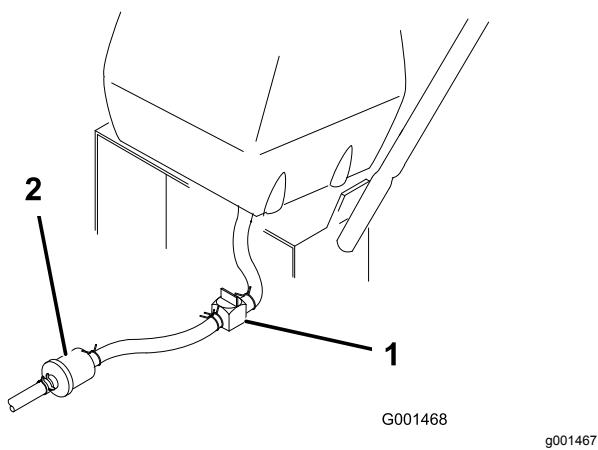

Bild 30
3. Schließen Sie den Kraftstoffhahn am Kraftstofftank (Bild 30).
4. Drücken Sie die Enden der Schlauchklemme zusammen und schieben Sie sie an der Kraftstoffleitung entlang, vom Kraftstofffilter weg (Bild 30).
5. Ziehen Sie die Kraftstoffleitung vom Kraftstofffilter (Bild 30). Öffnen Sie den Kraftstoffhahn und lassen den Kraftstoff in einen Kanister oder eine Auffangwanne ablaufen.
7. Öffnen Sie den Kraftstoffhahn am Kraftstofftank (Bild 30).